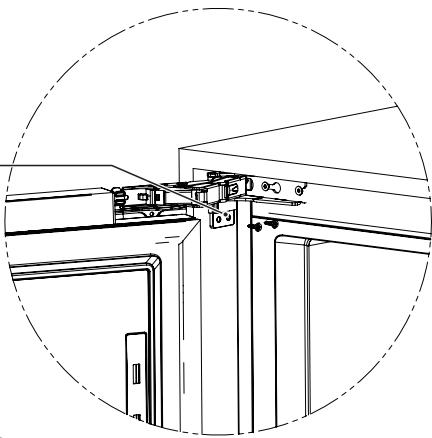

Рис.4
5. Откройте дверь холодильника и уберите ограничительную направляющую, установив на их место фиксатор, закрепив шурупами. Поочередно сделайте то же самое для каждой направляющей (см. рис. 4).